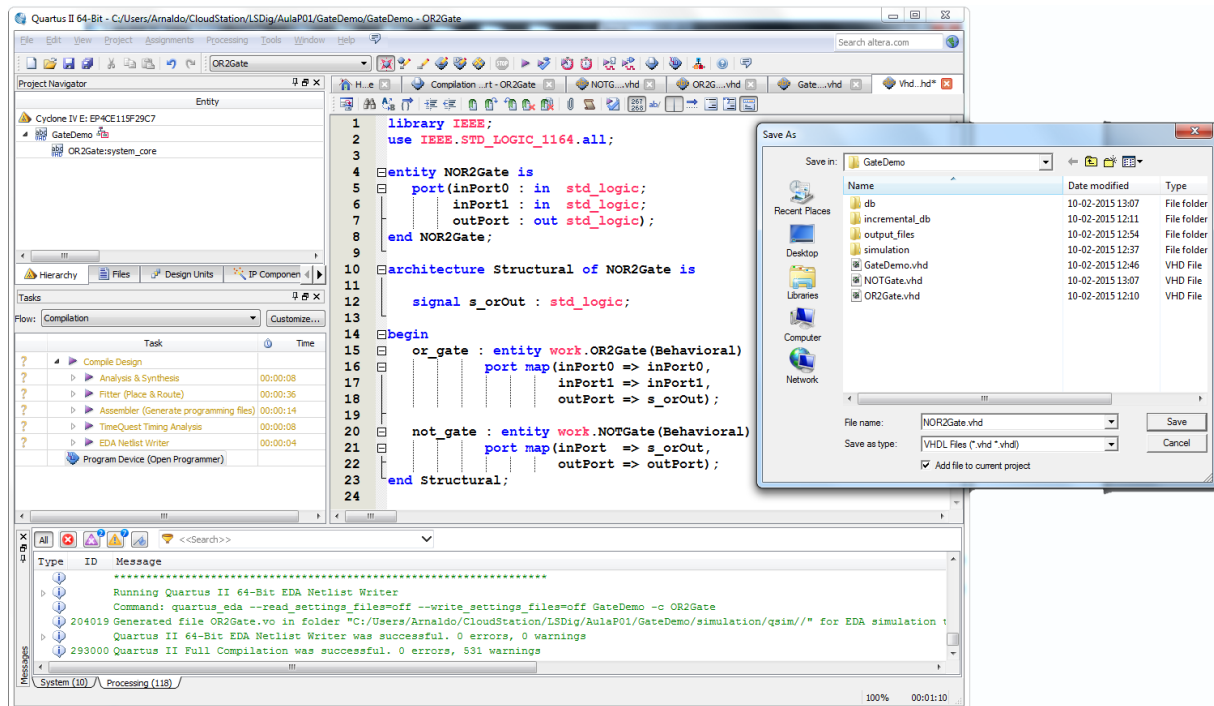

Figura 30 – Código fonte da porta lógica NOR de 2 entradas (“NOR2Gate.vhd”).
24. Crie um novo ficheiro VHDL, contendo o código correspondente a uma porta lógica NOR de 2 entradas, construída a partir das duas portas lógicas (OR e inversor) implementadas nos pontos anteriores, instanciadas e interligadas de acordo com o código apresentado na Figura 30. No final grave o ficheiro com o nome “NOR2Gate.vhd”.